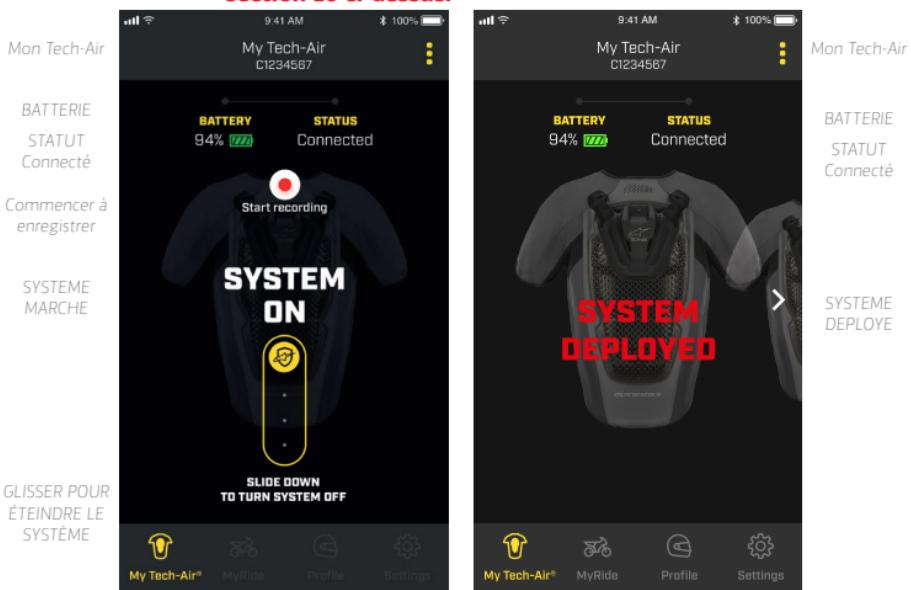

Figure 12 Mon Tech-Air | Mes trajets | Profil | Paramètres
Lorsque le mode « System On » est activé et, par conséquent, pour des raisons de sécurité, l'utilisateur ne peut pas accéder à la plupart des fonctions de l'application. Dans le cas où le système doit être désactivé par l'utilisateur, comme lors d'une session de conduite intense hors route, le système peut être désactivé à l'aide de l'icône glisser sur l'application (comme illustré à la Figure 12). Pour ce faire, ouvrir et fermer le rabat avant (2).
En cas de déploiement, l'application affichera l'état pertinent avec la mention « SYSTÈME DÉPLOYÉ » comme illustré à la figure 12.